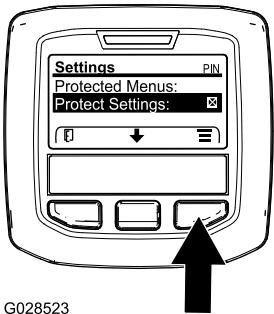

Figura 32
1. A partir do menu PRINCIPAL, utilize o botão central para ir até ao menu de DEFINIÇÕES e prima o botão direito (Figura 32).